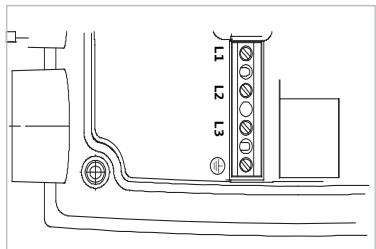

Рис. 24: Силовые клеммы (сетевые соединительные клеммы)
- Силовые клеммы (сетевые соединительные клеммы) (рис. 24)